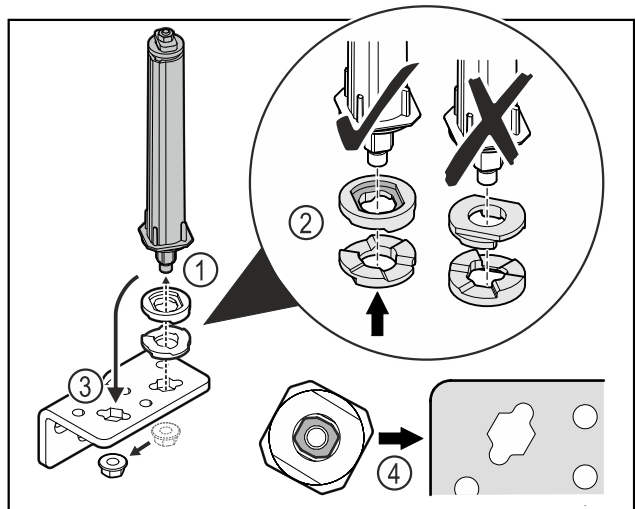

Fig. 47
- Відкрутити гайку і зняти систему запирання дверей Fig. 47 (1).
- Слідкувати за правильним розташуванням шайб для регулювання висоти Fig. 47 (2).
- Переставити систему запирання дверей у шарнірному кутику і зафіксувати гайкою Fig. 47 (3).
- Під час встановлення слідкувати за правильною орієнтацією системи запирання дверей Fig. 47 (4).